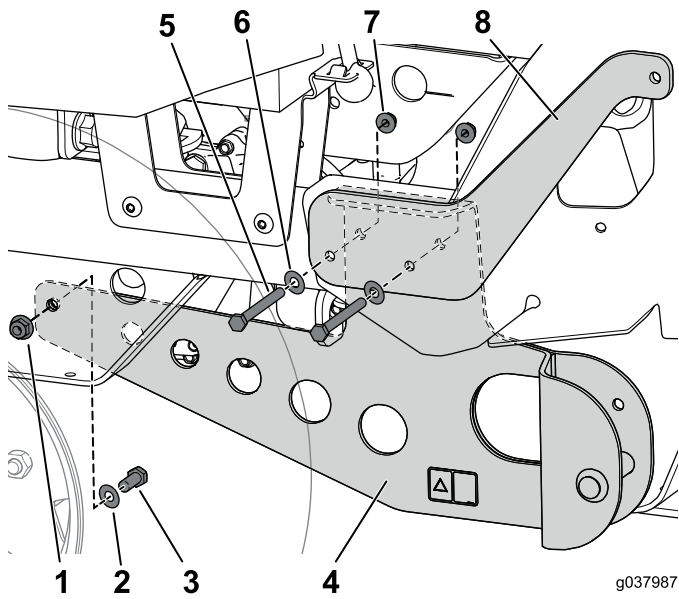

Figura 13
5. Instale provisionalmente el perno (1"), la arandela y la tuerca con arandela prensada que sujetan el soporte de montaje del ensacador al soporte de la transmisión (Figura 13).
- Alinee los taladros del soporte de montaje del ensacador con los 2 pernos que insertó anteriormente y sujete todo con las 2 tuercas con arandela prensada (Figura 13).